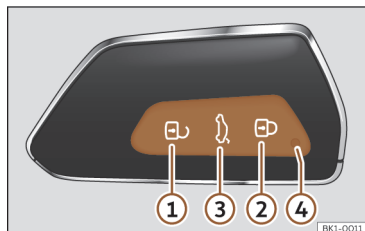

Fig. 64 Chave do veículo.
Quando se pressiona brevemente um botão na chave do veículo, a luz de controlo pisca ④ >>> Fig. 64 (seta) uma vez brevemente, mas se se pressionar durante um tempo prolongado, piscará várias vezes, por exemplo, na abertura de conforto.